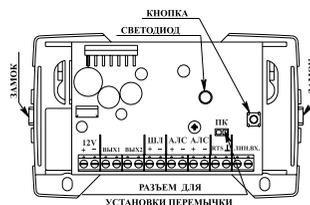

Рисунок 1
4.1.4 Кнопка (см.рисунок 1) предназначена для:
Конфигурирование модуля можно осуществлять, не отключая его от АЛС. Для этого нужно выбрать пункт «конфигурация» => «сервис» => «адресация устройств» и нажать (кратковременно) кнопку на модуле (см. рисунок 1). На экране прибора высветится адрес МРО-2. Для изменения параметров необходимо выбрать пункт «сервис» => «выбор устройства» => «ввести адрес МРО-2».
Для записи в память МРО-2 нового сообщения необходимо установить переключку (см. рисунок 1) и произвести следующие действия:
6.4 При первом включении или после изменения параметров динамических головок звуковоспроизведения необходимо чтобы прибор запомнил начальное сопротивление головок звуковоспроизведения. Для этого необходимо нажать кнопку (см. рисунок 1) на время не менее 3 с, ее (светодиод начинает постоянно светиться) и отпустить ее. Через время, необходимое для запоминания значения сопротивления, светодиод переходит в режим мигания (см.4.1.5).